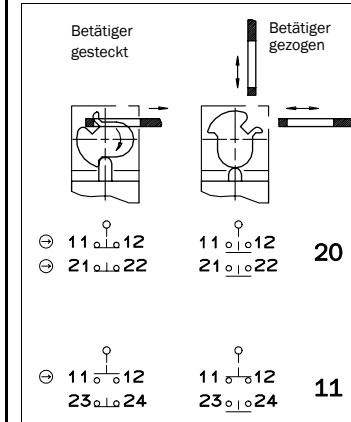

Abb. 6: Schaltelemente und Schaltfunktionen für Varianten mit M20-Leitungseinführung
- Kontaktbelegung siehe Abb. 6.